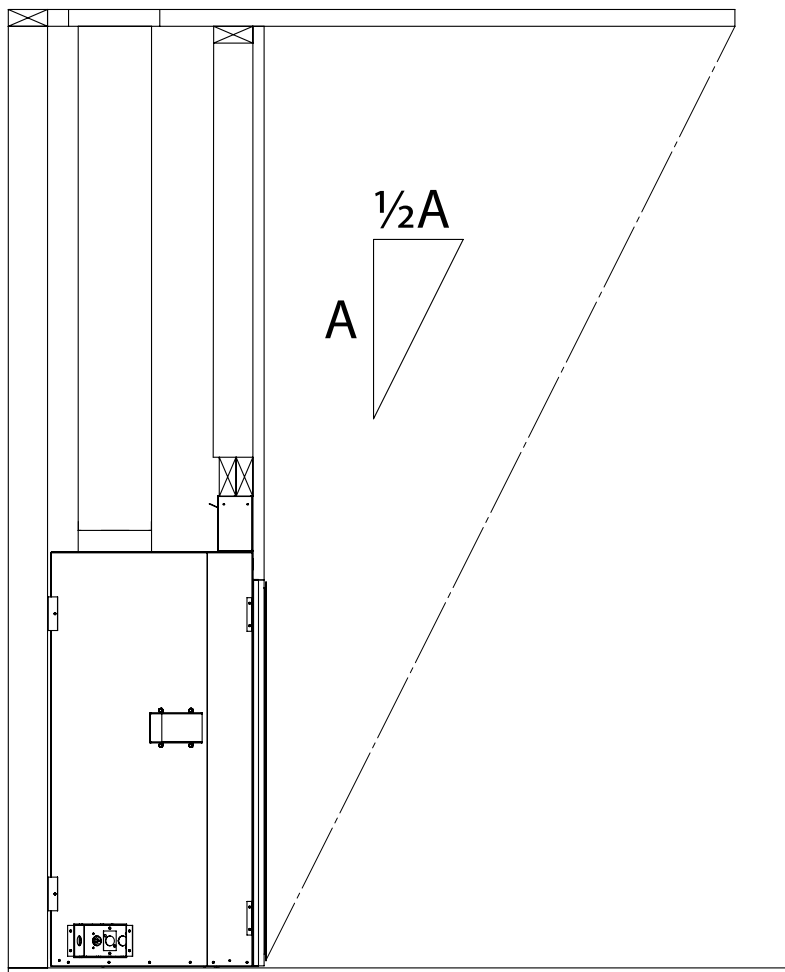

Figure 49: Exigences de profondeur de porte-à-faux
- Le foyer doit être protégé par un surplomb dont la profondeur est au moins égale à la moitié de sa hauteur à partir de la base du foyer, comme illustré à la Figure 49.